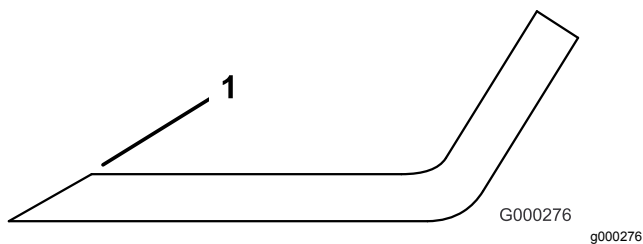

Figura 119
3. Inspeccione los filos de corte de todas las cuchillas, y afílelos si están romos o tienen mellas (Figura 119).
Nota: Afile únicamente la parte superior del filo y mantenga el ángulo de corte original para asegurar un filo correcto (Figura 119). La cuchilla permanece equilibrada si se retira la misma cantidad de metal de ambos filos de corte.